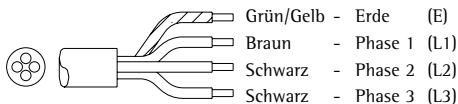

Abb. 4
- (Abb. 4) Bei 220V-240V 3 Phase (4-adriges Kabel)
Die 4 oder 5 adrige Stromschnur (Abb. 4 / Abb. 4) besitzt folgenden Adercode: